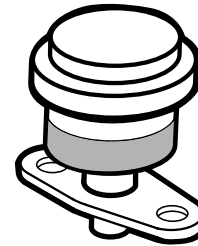

Figure 50
1. Contrôlez l'indicateur de colmatage du filtre. Si l'indicateur est rouge, le filtre à air doit être remplacé (Figure 50).